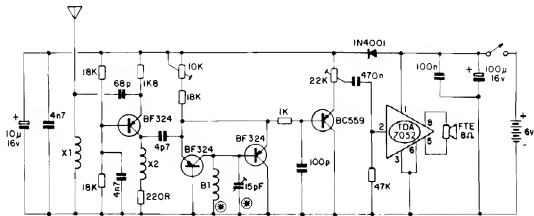

Fig.1
tentes e... abrangentes (os que - na nossa opinião - possam interessar ao maior número possível de Leitores...). Agora, quanto ao seu probleminha com a LA-TQO, a culpa é mais nossa do que sua... Infelizmente no "chapeado" (fig. 4 - pág. 53 - APE nº 24), o posicionamento do diodo zener saiu erroneamente demarcado (se Você fosse um Hobbysta mais tarimbado, tipo "macaco velho", teria percebido isso, numa análise comparativa com o "esquema", na fig. 1 - pág. 52 - APE nº 24, porém essa possibilidade não perdoo a nossa falta, pela qual novamente pedimos desculpas...). Na pág. 57 de APE nº 28 foi publicada uma ERRATA indicando o erro e a sua devida correção, mas vamos, agora, detalhar novamente o assunto, para seu benefício (e também para os demais Leitores que encontraram o mesmo problema, e não viram a tal ERRATA...):
primeira" ... Tenho, porém, uma solicitação (que, acredito, vários outros Leitores/Hobbyistas também têm...): com a cápsula piezo tipo "moeda", embora o som seja perfeitamente audível, é um tanto baixo para alguns tipos de aplicações... Não preciso, certamente, daquele "baíta" som que parece ser proporcionado pela outra montagem com o KS5381, mostrada na mesma APE nº 33 (CAMPAINHA RESIDENCIAL C/ 7 MELODIAS...), mas apenas de "um pouco mais" de som, de modo a aplicar o circuito num pequeno brinquedo... Será que o Departamento Técnico de APE não pode me indicar um maneira simples de acoplar um pequeno alto-falante ao Integrado (talvez com a intermediação de um ou dois transformadores, mantendo porém a simplicidade geral do circuito básico da COM (fig. 1 - pág. 9 - APE nº 33...)? - Ernesto Sebastião da Silva - Santo André - SP
- **FIG. 1 - O CIRCUITO** - Enquanto o RVHF (APE nº 1) o "primeiro" transistor exercia "um monte" de funções simultâneas (amplificava, oscilava e detetava...), temos agora, no "primeiro pau", um transistor de RF PNP (BF324) em função nitidamente amplificadora, de faixa larga... O sinal de RF captado pela antena é aplicado ao **emissor** do dito transistor, depois de desenvolver-se sobre a bobina X1, um mero choque de RF com indutância adequada para toda a faixa pretendida... O BF324 é polarizado em **base** pelos resistores de 18K, desacoplados pelo capacitor de 4n7 à "terra"... Sua entrada de **emissor** encontra-se "carregada" pelo resistor de 1K8, enquanto que seu **coletor** desenvolve os sinais, já amplificados, sobre um resistor de 220R em série com um segundo choque de RF (bobina X2)... Observem ainda que dois capacitores (um de 4n7 e um eletrolítico de 10u) desacoplam a alimentação desse setor relativamente "delicado" ao circuito... O "coração"